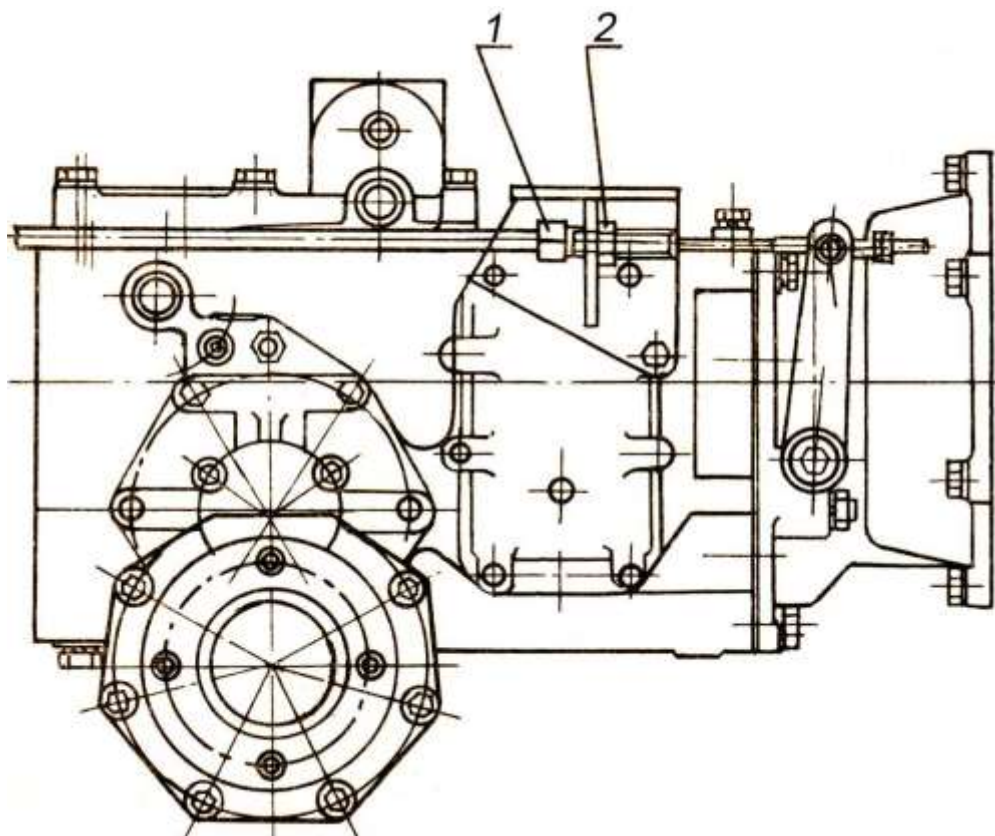

Рисунок 4 – Регулировка управления муфтой сцепления мини-трактора
- отпустить контргайку 2 регулировочного винта 1 мини-трактора (рисунок 4);